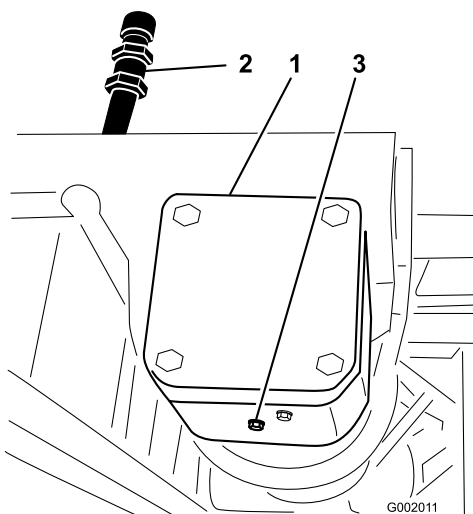

Figure 71
2. Placez un bac de vidange sous le bouchon de vidange du boîtier d'engrenages (Figure 71).
3. Retirez les bouchons de remplissage et de vidange (Figure 71) pour permettre à l'huile de s'écouler dans le bac.